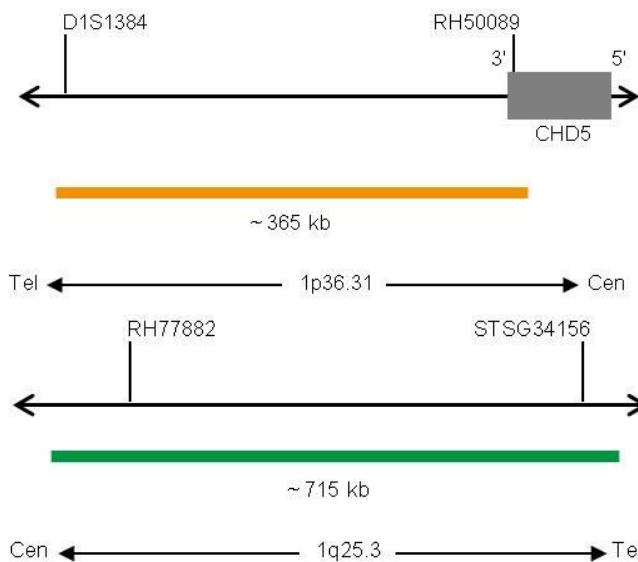

Abb. 1: Oben: SPEC 1p36 Sondenlokalisierung; Unten: SPEC 1q25 Sondenlokalisierung (nicht maßstabsgetreu)
- ZyOrange (Anregung 547 nm/Emission 572 nm) markierten Polynukleotiden (~4,5 ng/ $\mu$ l), die gegen Sequenzen in 1p36.31\* (chr1:5,808,946-6,176,336) gerichtet sind (siehe Abb. 1).
- ZyGreen (Anregung 503 nm/Emission 528 nm) markierten Polynukleotiden (~10 ng/ $\mu$ l), die gegen Sequenzen in 1q25.3\* (chr1:184,271,714-184,986,522) gerichtet sind (siehe Abb. 1).